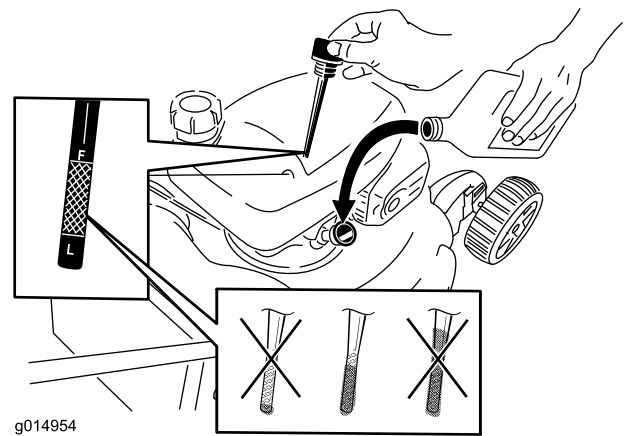

Figure 10
2. Ressortez la jauge et vérifiez le niveau d'huile (Figure 10). Si le niveau n'atteint pas le repère minimum (Add) sur la jauge, versez **lentement** suffisamment d'huile dans le tube de remplissage pour faire monter le niveau jusqu'au repère maximum (Full). **Ne remplissez pas excessivement.** (Niveau max. : 0,55 l, type : Huile automobile SAE 30 de classe de service API SL, SM ou supérieure. À défaut d'huile SAE 30, de l'huile SAE 10W30 peut être utilisée).
1. Retirez la jauge, essuyez-la sur un chiffon et remettez-la dans le tube de remplissage (Figure 10).